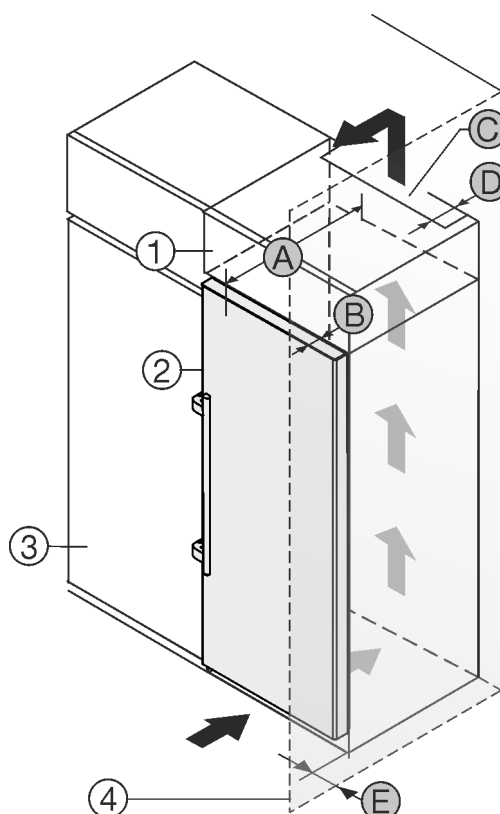

Fig. 1
- (1) Överskåp
- (2) Skåp
- (3) Köksskåp
- (4) Vägg
- (A) Skåpets djup
- (B) Dörrens djup
- (C) Ventilationsarea
- (D) Avstånd, skåpets baksida
- (E) Avstånd till skåpets sida
Du kan ställa apparaten direkt bredvid köksskåpet Fig. 1 (3). Bakom överskåpet måste det finnas en luftspalt med djupet Fig. 1 (D) längs hela överskåpets bredd.
Under taket måste angiven ventilationsprofil Fig. 1 (C) följas.
Om du placerar apparaten med gångjärnen bredvid en vägg Fig. 1 (4) måste avståndet mellan apparaten och väggen vara minst 57 mm. Detta motsvarar hur mycket handtaget sticker ut med öppen dörr.
För att dörren ska kunna öppnas helt måste apparaten sticka ut från köksskåpets front med samma mått som dörrens djup Fig. 1 (B). Beroende på köksskåpens Fig. 1 (3) djup och om väggavståndshållare används kan skåpet skjuta ut ännu mer.